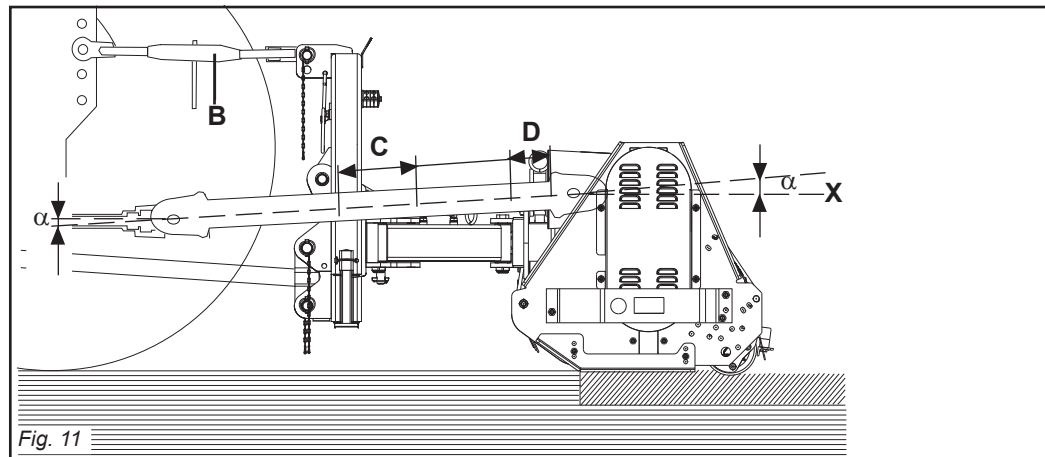
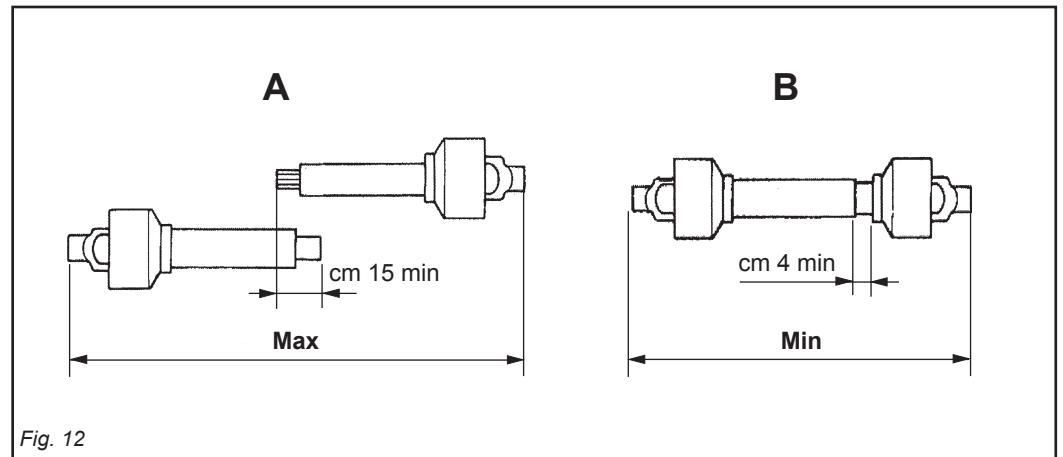

Fig. 11
Fig. 12
To achieve this, increase or decrease the length of the top bar of the hitch (B Fig. 11) so as to set the axis (X Fig. 11) of the housing's
dell'attacco (B Fig. 11) in modo da portare l'asse (X Fig. 11) della ghiera scanalata della scatola parallela al suolo.
- I due angoli (α Fig. 11) formati dalle assi delle forcelle e l'asse dei tubi scorrevoli saranno uguali e non dovranno superare i 10°.
- La copertura (C Fig. 11) dei tubi scorrevoli deve essere di 15 cm minimo (Fig. 12).
- I due tubi dell'albero di trasmissione a cardano non si devono ricoprire completamente, una corsa di sicurezza (D Fig. 11) di 4 cm minimo deve sussistere.
- Gli angoli (α Fig. 11) dei cardani non devono essere superiori a 40° (Fig. 11).
- The two angles (α Fig. 11) formed by the fork axes and the axis of the sliding tubes will be equal and must not exceed 10°.
- The sliding tubes (C Fig. 11) must overlap by at least 15 cm (Fig. 12).
- The two tubes of the driveline shaft must not fully overlap. There must always be a safety travel (D Fig. 11) of at least 4 cm.
- The angles (α Fig. 11) of the drivelines must not exceed 40° (Fig. 11).
Quando esso è inserito al massimo, il gioco minimo consentito deve essere di 4 cm (Fig. 12).
When fully inserted, the minimum play must be 4 cm. (Fig. 12).